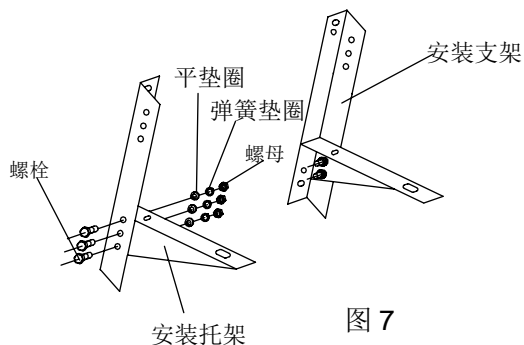

图 7
- 1.用另购的 6 颗 M12X25 的螺栓及与之相配的平垫圈、弹簧垫圈和螺母将安装支架和托架组装在一起(参考图 7)。